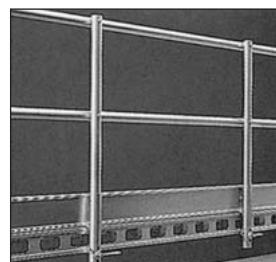

Bild 3
1. Doppelgeländer mit Bordbrett (vgl. Bild 3)